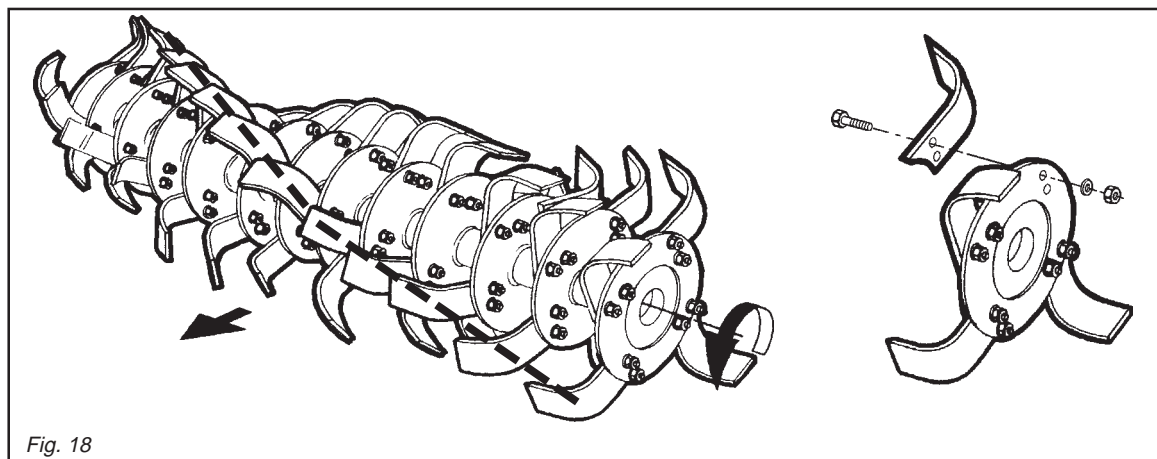

Fig. 18
Le zappette con cui viene equipaggiata la zappatrice sono adatte per la lavorazione su terreni di normale conformazione. Controllare giornalmente la loro usura o integrità. Qualora durante il lavoro dovessero per cause accidentali piegarsi (o rompersi) è necessario sostituirle immediatamente avendo l'accortezza di rimontare la nuova zappetta nella identica posizione di quella da sostituire (Fig. 18). Se fosse necessario sostituire più zappette, è consigliabile effettuare le operazioni di smontaggio e montaggio, sempre una zappetta alla volta, per evitare così errori di posizione. Le zappatrici sono normalmente equipaggiate con 6 zappette per flangia. È possibile però, quando il terreno è umido e tende ad impastarsi, montare 4 zappette per flangia. I bulloni che fissano le zappette devono avere la testa dalla parte delle zappette e il dado con relativa rondella
*The hoe blades with which the steering hoe is equipped can work soils of normal conformation. Check the degree of wear and condition of the hoe blades each day. If the blades should accidentally bend (or break) during work, they must be immediately replaced. Remember to mount the new hoe blade in exactly the same position as the old one (Fig. 18). If several hoe blades must be replaced, it is advisable to remove and assemble one hoe blade at a time in order to prevent positioning errors. The steering hoes are normally equipped with 6 blades per flange. When the soil is wet and tends to clog it is, however, possible to mount 4 hoe blades per flange. The heads of the bolts fixing the hoe blades in place must be on the side of the hoe blades themselves, while the nut with relative washer must be on the flange side (Fig. 18). If the hoe blades must be changed, remem-*
Die Hackmesser, mit der die Hackfräse ausgerüstet wird, eignen sich zur Bearbeitung von Boden mit normaler Beschaffenheit. Sie sind täglich auf ihre Unversehrtheit und ihren Verschleißzustand zu prüfen. Sollten sie bei der Arbeit verbiegen oder zu Bruch gehen, müssen sie sofort ersetzt werden. Dabei ist zu beachten, daß man das neue Hackmesser an der gleichen Stelle montiert, an der sich das beschädigte befand (Abb. 18). Sollten gleich mehrere Hackmesser zu ersetzen sein, sollte man jeweils ein Hackmesser ein und ausbauen, um eine falsche Einbau-position zu vermeiden. Die Hackfräsen sind in der Regel mit 6 Hackmessern pro Flansch ausgerüstet. Wenn der Boden allerdings feucht ist und daher an den Werkzeugen kleben bleibt, kann man auch 4 Hackmesser pro Flansch montieren. Die Schrauben, mit denen man die Hackmesser befestigt, müssen den Kopf auf der Seite des Hackmessers und die Mutter mit der Unter-
*Les couteaux montés sur la houe sont indiqués pour travailler les sols ordinaires. Contrôlez tous les jours leur usure et intégrité. Lorsqu'ils se plient (ou se cassent) pendant le travail il faut les remplacer aussitôt. Le nouveau couteau devra être monté exactement dans la position de celui à remplacer (Fig. 18). S'il faut remplacer plusieurs couteaux, démontez et montez toujours un couteau à la fois, pour éviter des erreurs de position.*
*Les boulons de fixation des couteaux doivent avoir la tête côté couteau et l'écrou avec la rondelle côté flasque (Fig. 18). En cas de remplacement des couteaux, veillez surtout à ce que les nou-*
Las azadillas que presenta la máquina son idóneas para trabajar sobre terrenos de normal conformación. Controlar todos los días su buen estado y eventual desgaste. Si durante el trabajo por eventuales accidentes se doblan o rompen es necesario sustituirlos inmediatamente prestando atención de montar la nueva azadilla en la idéntica posición de la precedente (Fig. 18). Si es necesario sustituir varias azadillas aconsejamos efectuar las operaciones de desmontaje y montaje siempre una azadilla a la vez, para evitar errores de posición. Las binadoras presentan de serie 6 azadillas por brida. Es posible sin embargo cuando el terreno es húmedo y se empastan, montar 4 azadillas por brida. Los bulones que fijan las azadillas deben tener la cabeza de la parte de las azadillas y la tuerca con la relativa arandela de la parte de
dalla parte della flangia (Fig. 18). Se si devono sostituire le zappette, fare attenzione che le nuove assumano la posizione di quelle smontate (Fig. 18).
*ber to set the new blades in the same positions as the demounted ones (Fig. 18).*
legscheibe auf der Flanschseite haben (Abb. 18). Wenn man die Hackmesser ersetzen muß, darauf achten, daß die neuen in der Position der ersetzen am Hackstern angebracht werden (Abb. 18).
*veaux couteaux occupent les positions de ceux démontés (Fig. 18).*
la brida (Fig. 18). Cuando sustituimos azadillas respetar la posición de las azadillas desmontadas (Fig. 18).